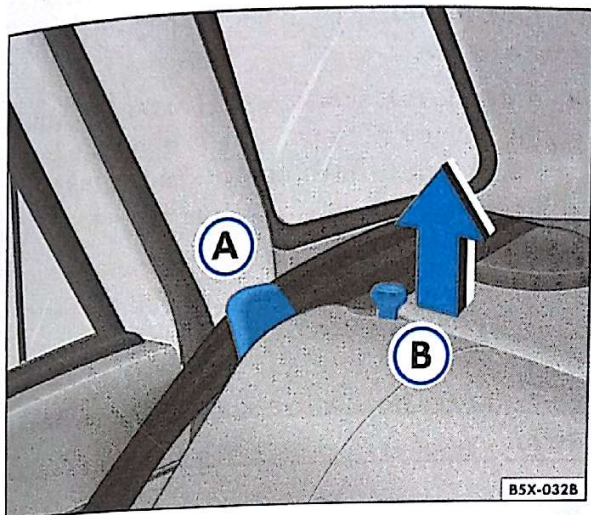
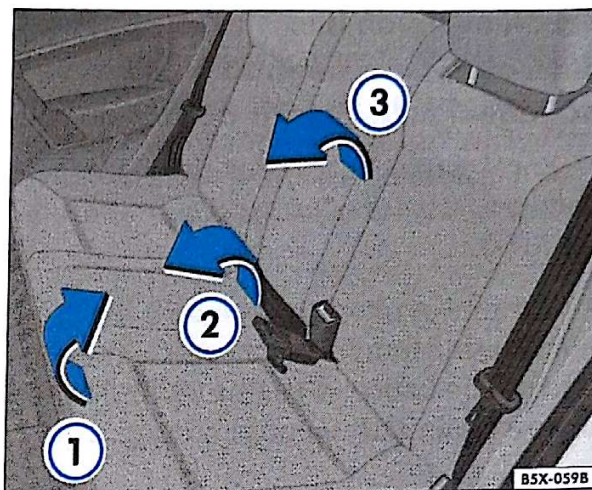

Fig. 78 Posicionador do cadoarço do cinto de segurança e pino de desbloqueio do encosto
Fig. 79 Rebatimento do banco
- Para os veículos que possuem cintos de 3 pontos com enrolador automático, encaixe os cadoarços dos cintos nos respectivos posicionadores ⇒ fig. 78 (A). Para os veículos que possuem cintos de 3 pontos sem enrolador automático, atente para que o cadoarço dos cintos não fique preso entre o assento do banco e a lateral do veículo.
- Destrave o assento, forçando sua parte dianteira para cima ⇒ fig. 79 (1).
- Levante a parte traseira do assento ⇒ fig. 79 (2) e posicione-o perpendicularmente ao assoalho.
- Levante os pinos ⇒ fig. 78 (B) e, ao mesmo tempo, rebata parcialmente o encosto do banco (3), remova os apoios para cabeça ⇒ Página 89 ⇒ ⚠ e abaixe totalmente o encosto.
- Encaixe os cadarços dos cintos nos respectivos posicionadores ⇒ Página 93, fig. 78 .
- Levante os pinos ⇒ Página 93, fig. 78  e, ao mesmo tempo, rebata parcialmente o encosto do banco ⇒ Página 93, fig. 79  e abaixe totalmente o encosto ⇒ .